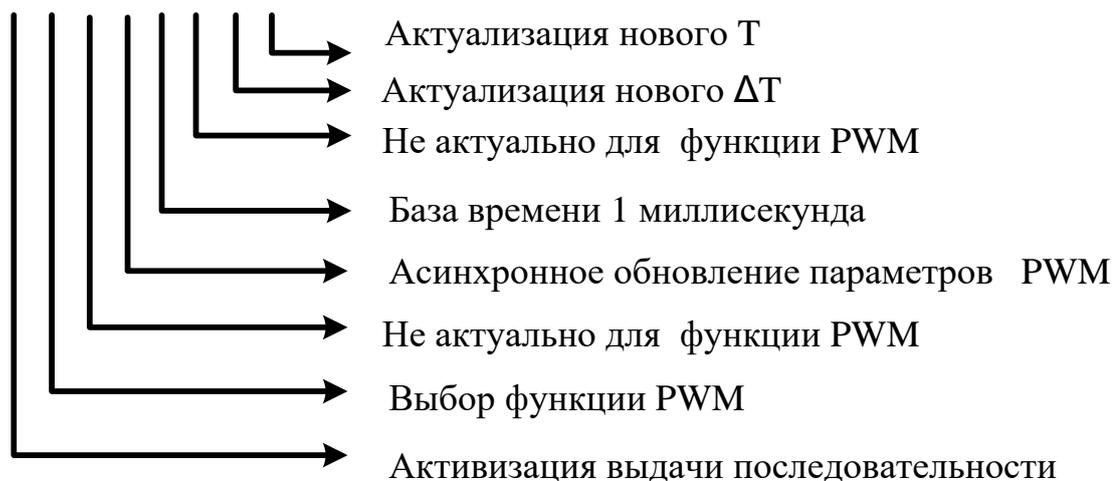

Рис. 4. Управляющий байт для функции PWM рассматриваемого примера.
- управляющий байт (рис. 4) – в SMB67;